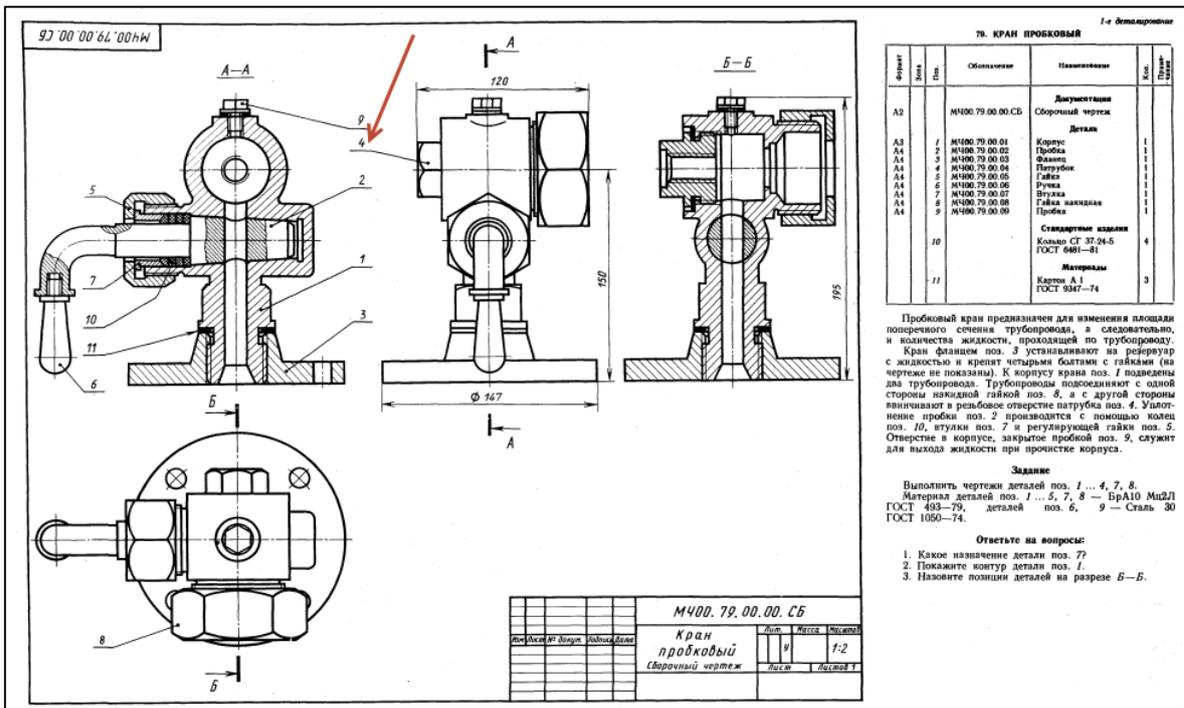

Рис. 1. Пример сборочного чертежа изделия
**Задача.** По сборочному чертежу изделия построить трехмерную электронную модель и электронный чертеж детали. Сборочный чертеж изделия и номер позиции детали определяются исходя из индивидуального варианта контрольной работы (таблица). Пример сборочного чертежа изделия представлен на рис.1.